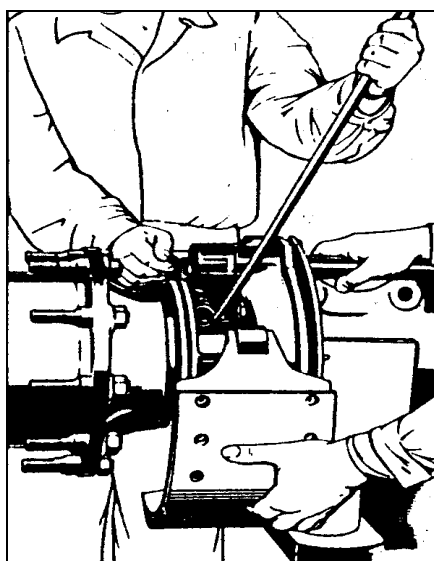

Рис. 4. Захват пружин тормозных колодок
4. В поворотном кулаке с помощью дорна Т17-1453 запрессовать игольчатый подшипник RNA 4006 V (102) с иглами, которые смазаны консистентной смазкой, с противоположной стороны вложить дистанционное кольцо (99) и запрессовать второй игольчатый подшипник. Запрессовать резиновую манжету 40×58×8 (103). На смазанный маслом разжимной кулак (100, 101) надеть шайбу (104), вставить это в отверстие поворотного кулака и постепенно надеть «О»-кольцо 39,1×5,8 (95) и крышку (96), опорное кольцо (88) и стопорное кольцо (89). Втулки тормозных колодок смазать смазкой. Надеть тормозные колодки на оси, фиксировать их соединительными планками (71) и стопорными кольцами (70). С помощью рычага Т17-414 надеть пружины колодок (рис. 4).